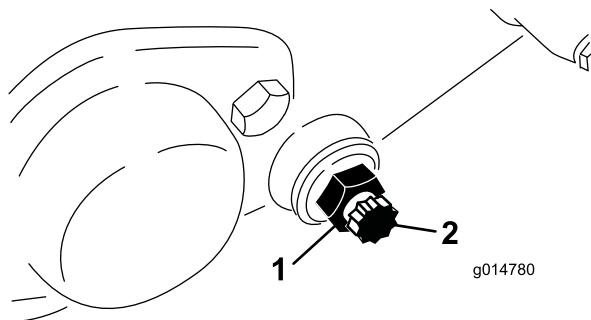

图62
3. 在机器的两侧松开固定底刀架螺栓图62的锁紧螺母。
4. 拆下两个底刀架螺栓向下拉动底刀架并从机器上拆下来。保存底刀架 (图62) 各端的 2 个尼龙和 2 个冲压钢垫圈。